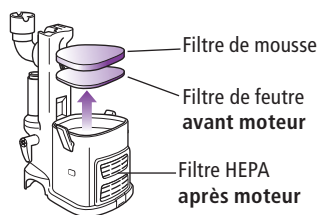

Fig. 21
- 2 Retirez les deux filtres situés sur le bloc-moteur. **(Fig. 21)**